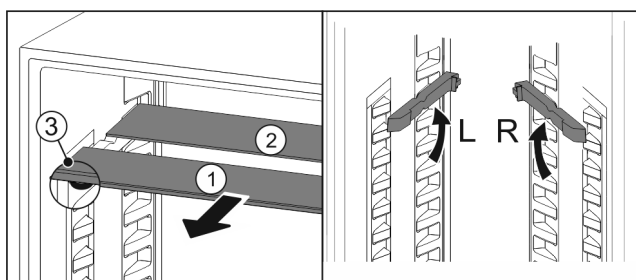

Fig. 25
- ▶ Retire las planchas de cristal individualmente hacia delante Fig. 25 (1).
- ▷ La placa de vidrio Fig. 25 (1) con moldura está situada delante.
- ▷ Los topes Fig. 25 (3) miran hacia abajo.